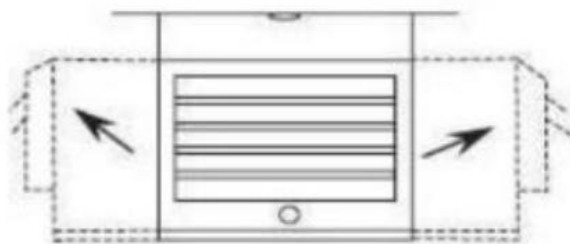

Figura 6
9. Regolare le lamelle nella posizione desiderata (vedere Figura 6).